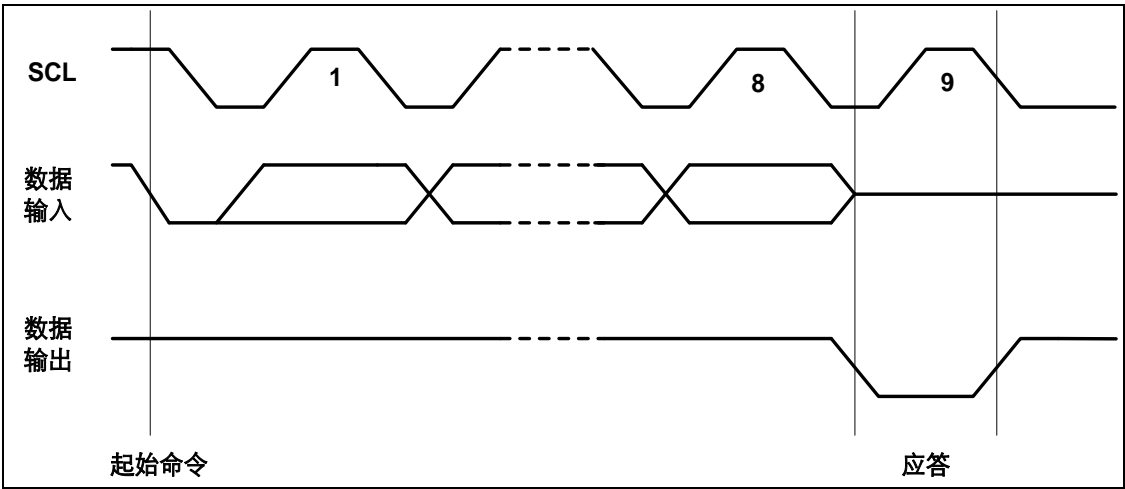

图 12-4 输出应答(ACK)
**输出应答：**SDA 上的数据都是以 8 位为一组串行输入和输出的，MSB 先发，接收方在收完每个字节后应当在第 9 个周期回发一个回应 acknowledge 位（以下简称 ack），ack 的时钟由主机提供。发送方在 ack 期间悬空 SDA，接收方须将 SDA 拉低，确保 ack 时钟高电平期间 SDA 为低，形成有效的 ack 信号(参见图 12-4)。